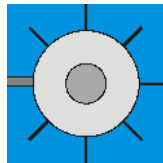

Fig. 4 Soporte del péndulo de torsión con la graduación, visto por encima
- Girando el soporte para la suspensión superior se desvía el travesaño en pequeños pasos angulares hasta que el travesaño entre en contacto con la luna de vidrio. Como medio auxiliar sirve la escala con graduaciones de 45° , la cual se encuentra impresa en la carcasa alrededor del soporte (ver Fig. 4).